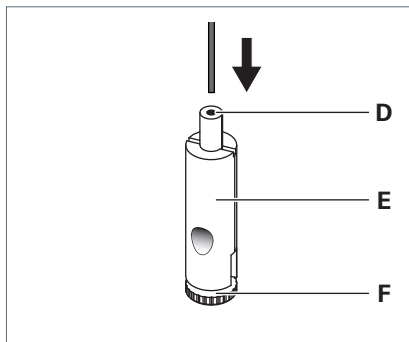

Fig. 11: Montaggio del fermacavo.
- Far passare il cavo metallico attraverso la bussola di guida **D** del fermacavo **E**, vedi Fig. 11.